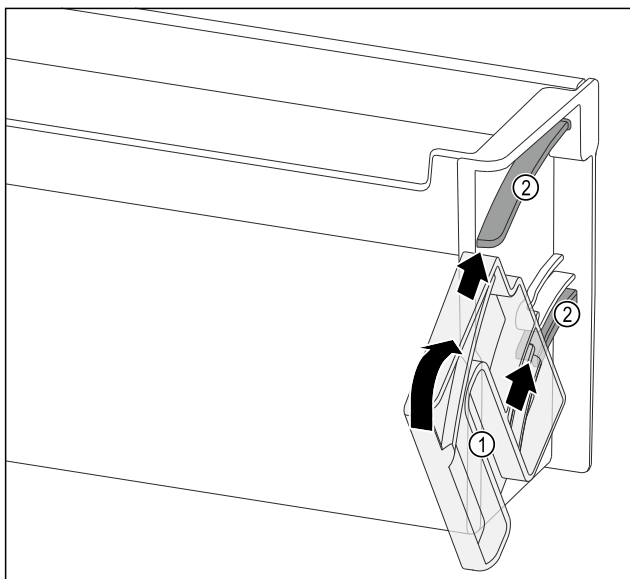

Fig. 146
- Dreheinheit Fig. 146 (1) so positionieren, dass die Aussparungen genau gegenüber den Führungskanälen Fig. 146 (2) des Türabstellers liegen.
- Dreheinheit Fig. 146 (1) in die angegebene Richtung drehen.